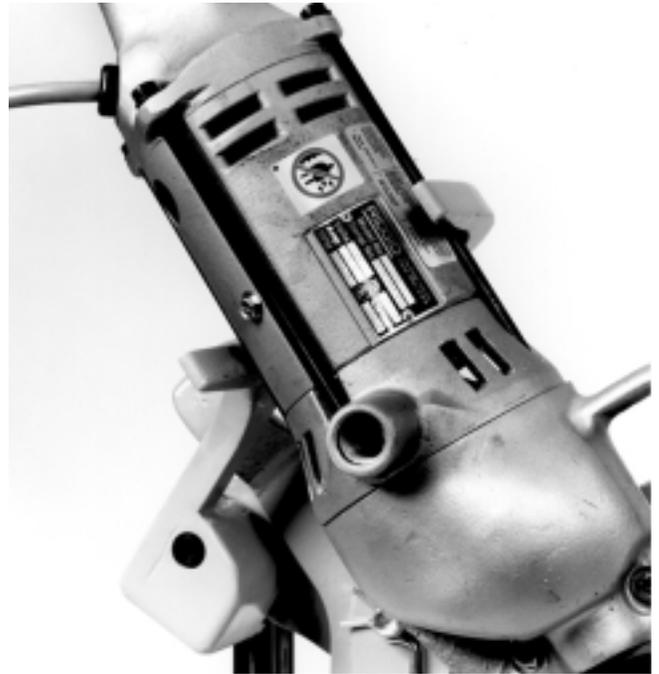

Figura 5 – Coloque el Accionamiento motorizado dentro del brazo de reacción
- b. Coloque el Accionamiento con el adaptador en el Cortatubos. El Accionamiento con el adaptador se conectan en la transmisión cuadrada del Cortatubos. Asegure que el Accionamiento motorizado esté bien asentado en el brazo de reacción ubicado en la parte trasera del Cortatubos (Figura 5).